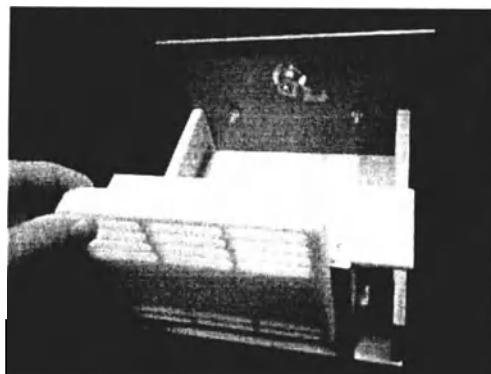

Рисунок 73
3.6.42 Извлечь решетку воздуховода из блока вентилятора (рисунок 73).